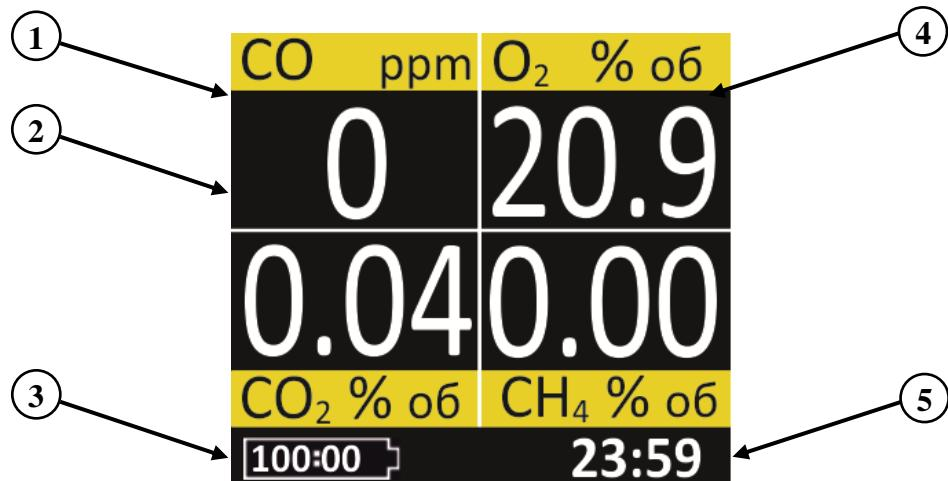

Рисунок 6. Дисплей в режиме измерения данных
- измеренные данные, заряд батареи и текущее время (рис.6).
На встроенным жидкокристаллическом дисплее отображаются следующие данные (рис.6):
В случае отсутствия измерительного канала, в зависимости от модификации прибора, поля 1, 2 и 4 (на рис.6) будут пустые для данного канала.